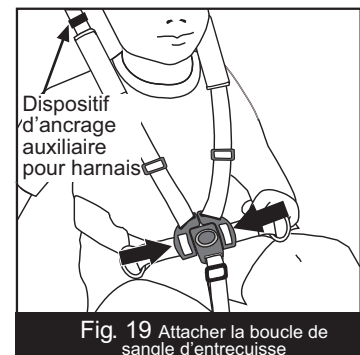

Fig. 19 Attacher la boucle de sangle d'entrejambe
- c. Attacher les sangles des épaules. Faire passer les deux boucles de sangles d'épaule dans la boucle de la sangle d'entrejambe (Fig.19).